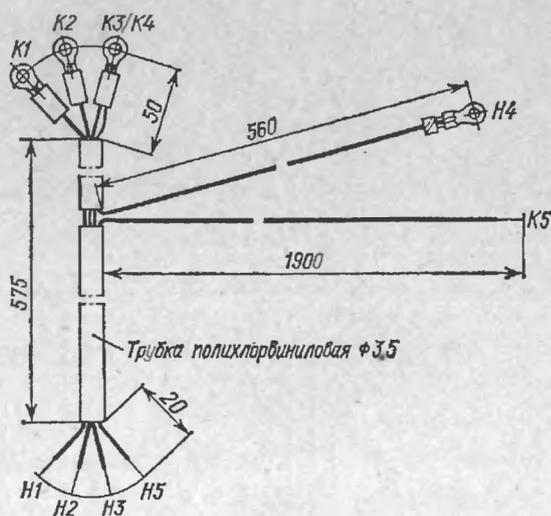

Рис. 47. Комплект электропроводов
Приложенный комплект электропроводов (рис. 47) может быть различных расцветок. При соединении концов проводов следует руководствоваться цветом провода и обозначением начала *H* и конца провода *K*.
2. Изготовить комплект электропроводов в соответствии с рис. 47.